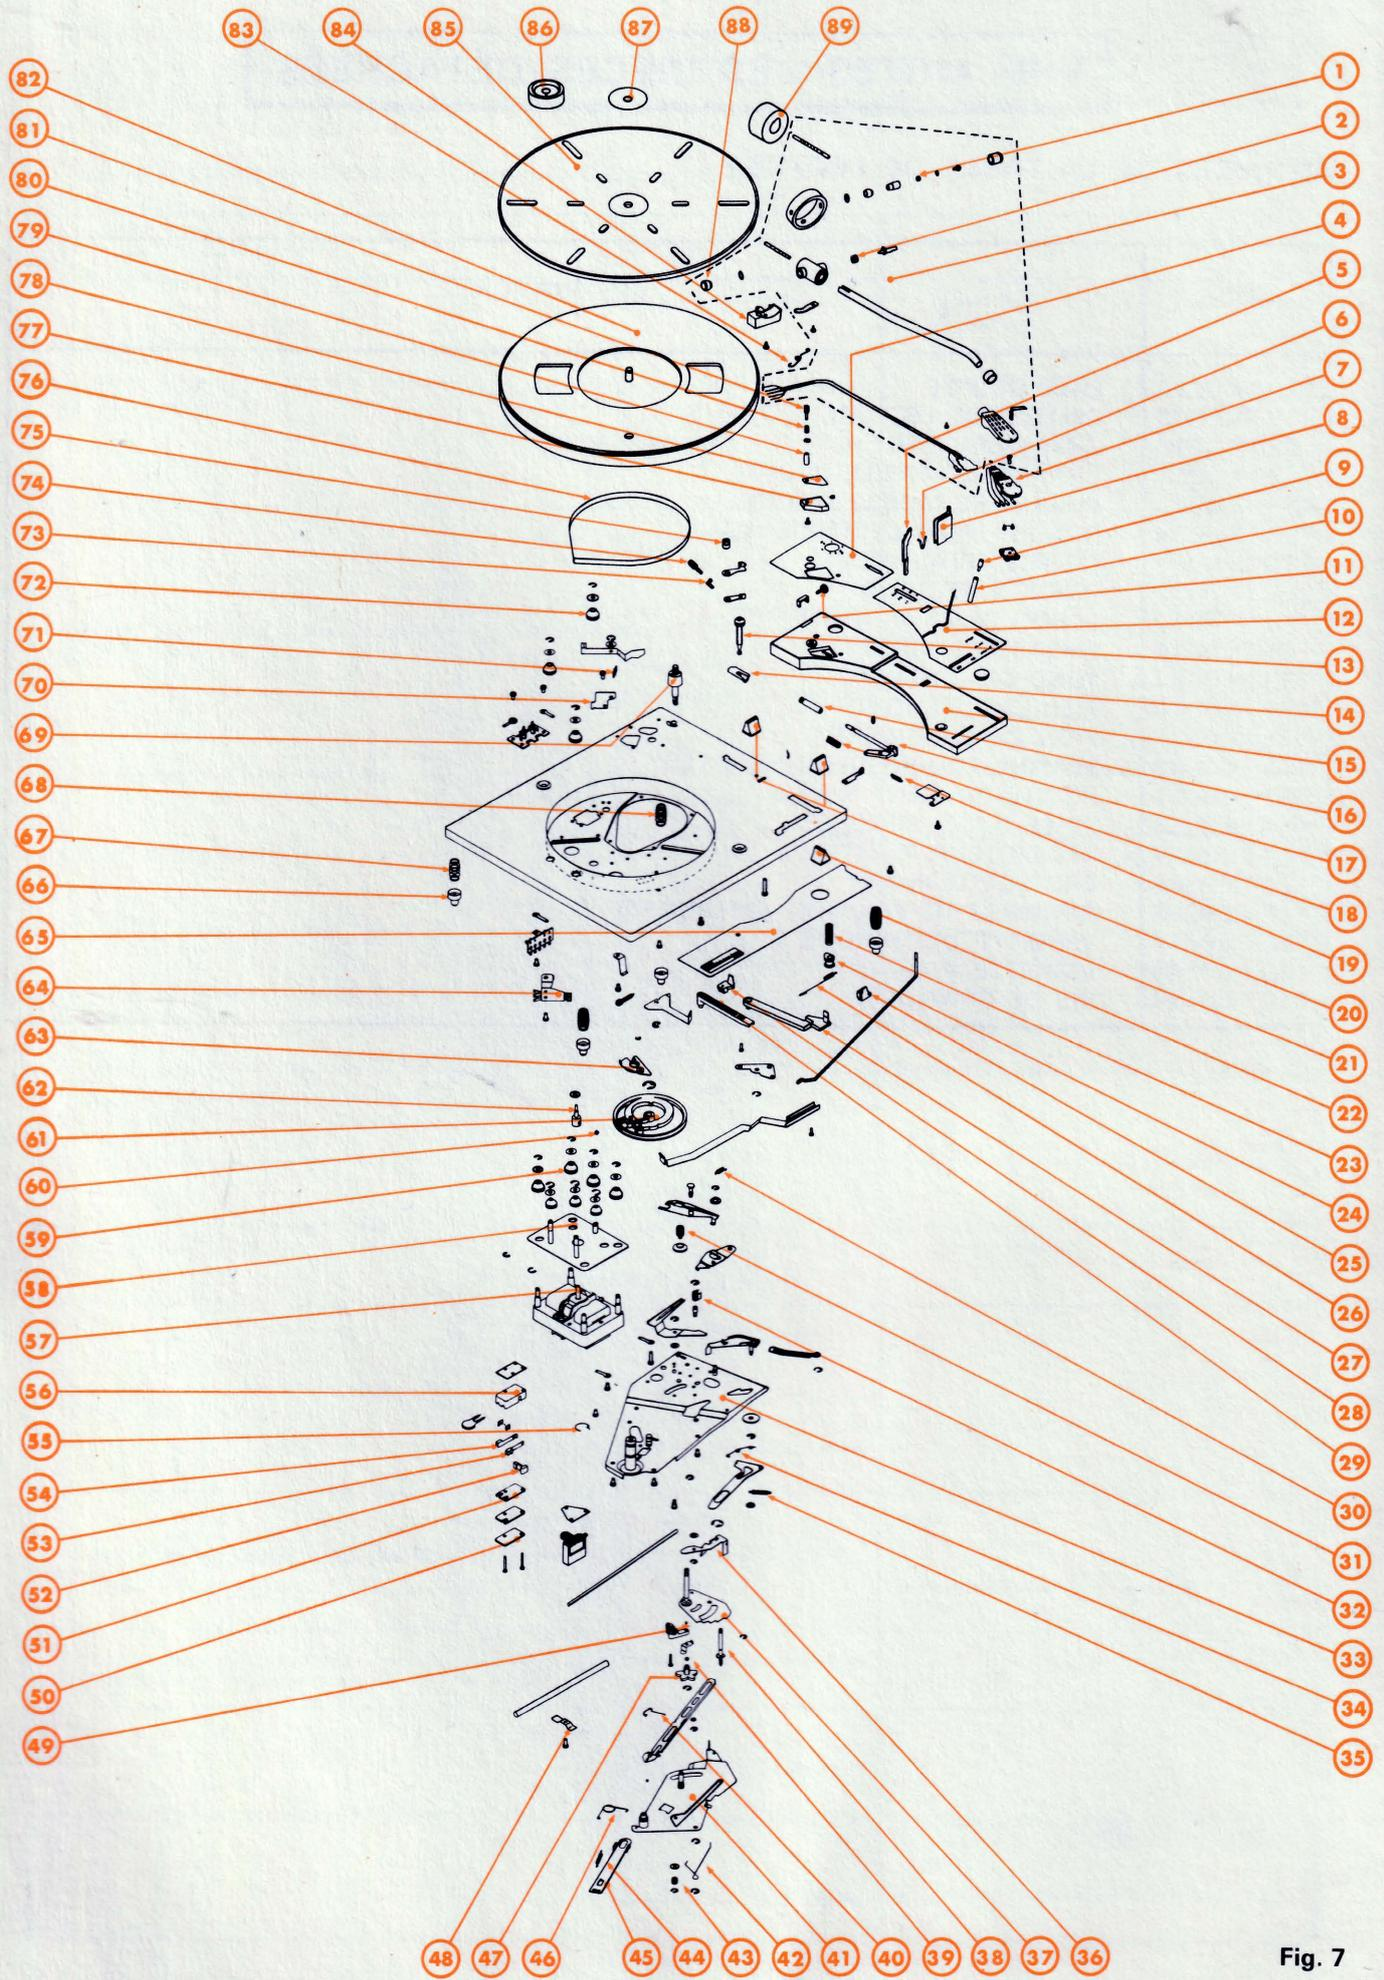

Fig. 7
**B) PIECES DE LA PLATINE (Fig. 7)**